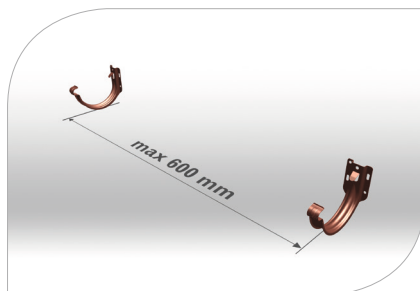

рис. 2
- 1.6 Рекомендуемое расстояние между кронштейнами при монтаже составляет 60 см (**рис. 2**)